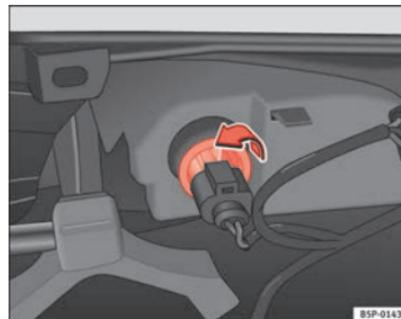

Fig. 200 Piloto por el lado interior del parachoques
- Gire el portalámparas a la izquierda, y extráigalo en el sentido de la flecha ⇒ fig. 200.